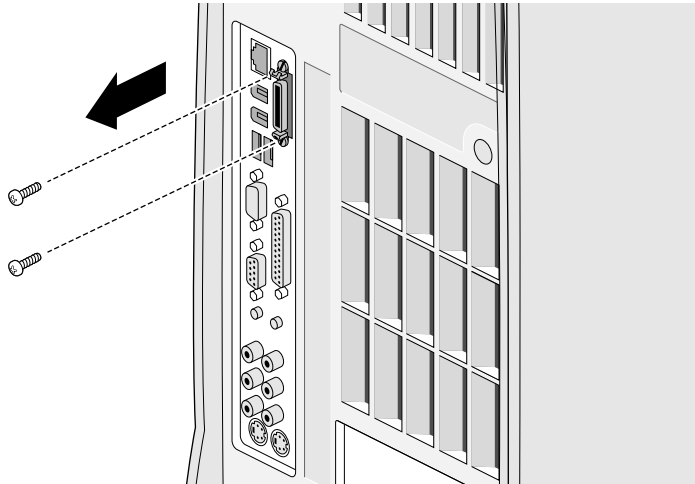

Abbildung 5-12 Entfernen der Anschlußschrauben
7. Lösen Sie die Schrauben, mit denen der Anschluß der Erweiterungskarte am System befestigt ist, mit einem Kreuzschraubendreher. Siehe Abbildung 5-12.